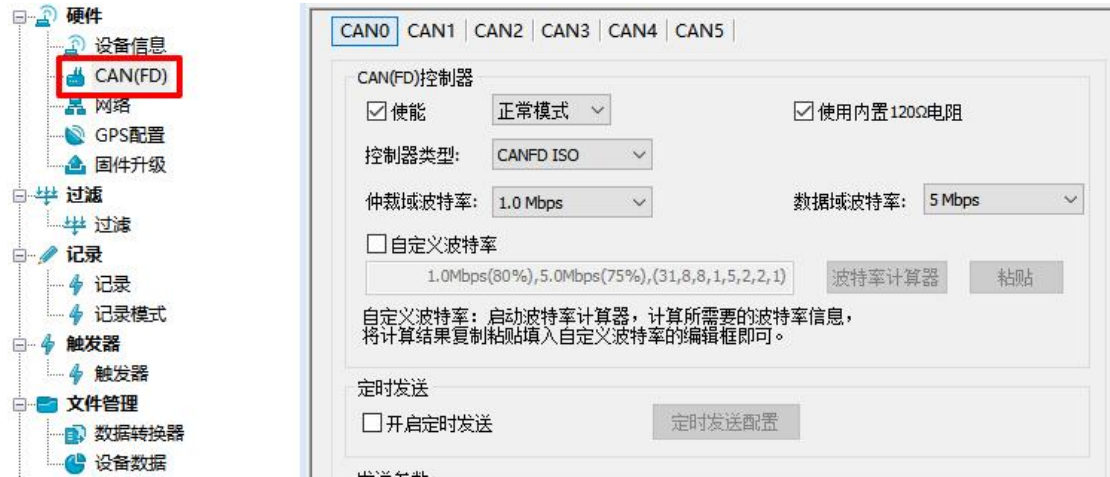

图 12 CAN (FD) 通道配置界面
在配置工具左侧菜单栏中，点击“CAN (FD)”选项进入 CAN (FD) 通道配置界面如图 12 所示。点击对应通道后即可配置该通道的波特率参数及终端电阻控制。